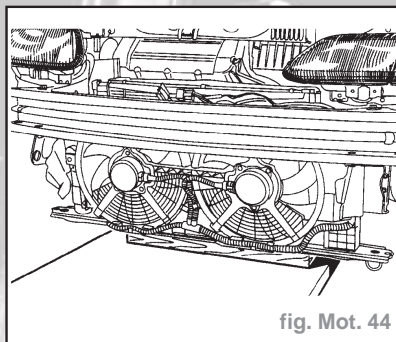

fig. Mot. 44
- Déposer l'ensemble de refroidissement (fig. Mot. 44).